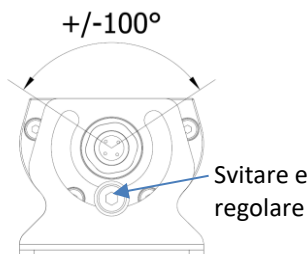

FIG.7
- E' possibile regolare l'angolazione della lampada rispetto la superficie, svitando le due viti laterali M6 fino a permettere la rotazione della lampada. Una volta definita l'angolazione, fissare nuovamente le due viti (FIG.7)